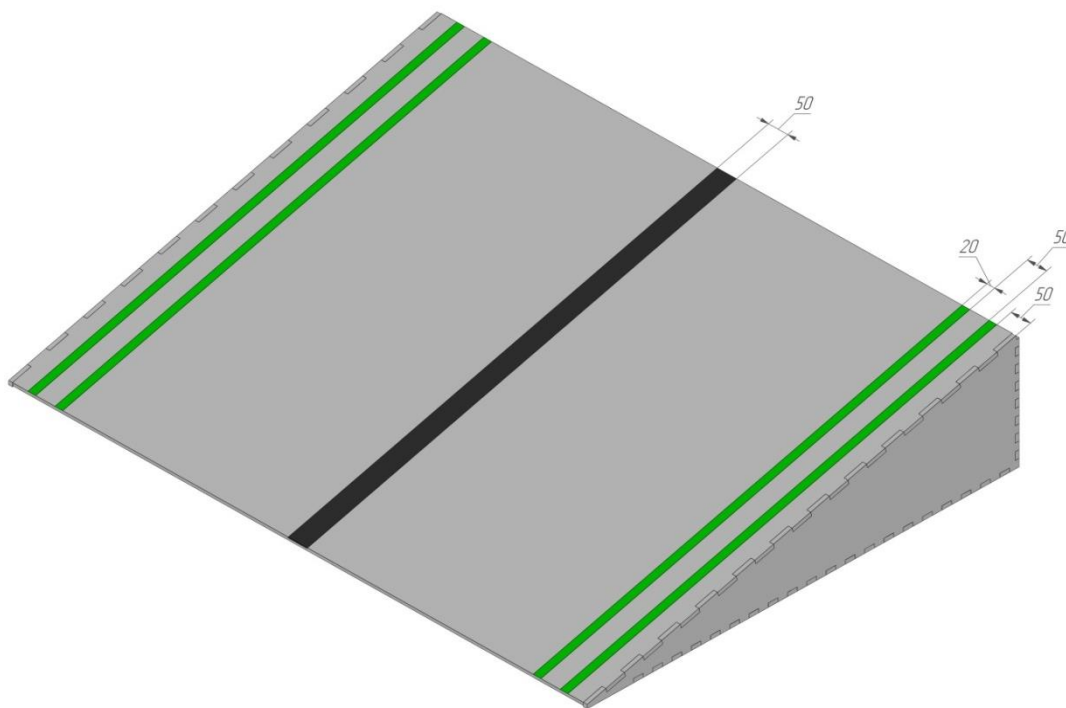

Рисунок 1.5 - Наклонная поверхность 30 (разметка)
- 5.3.1.1. На поле присутствуют два типа линий (рисунок 1.5):